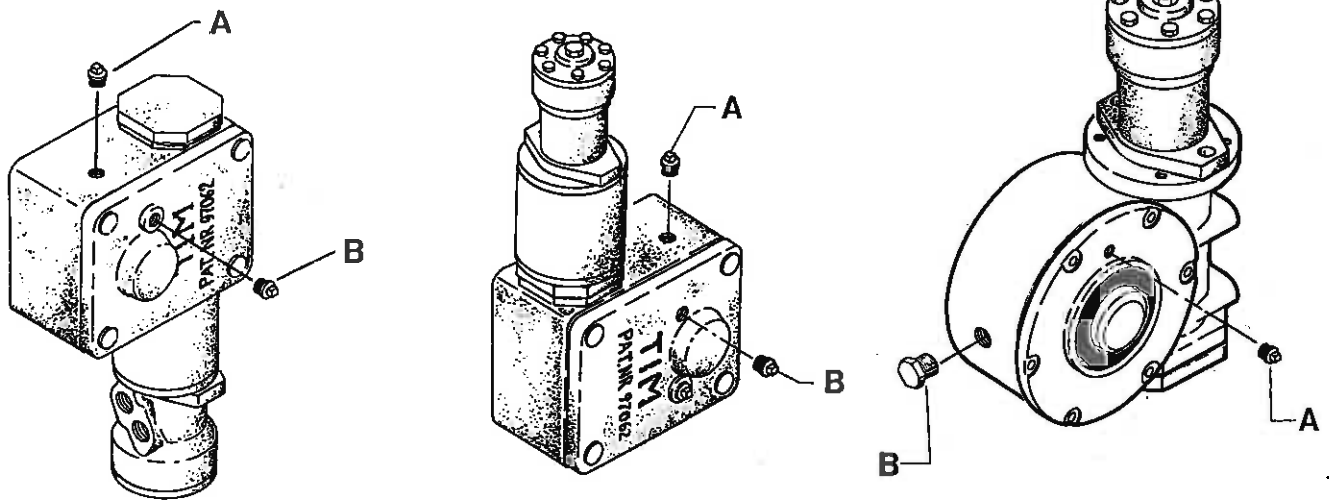

Fig. 6. Snekkegearkasse
1.7.1. Gearkasse for træk af bundkæden: Fig. 6.